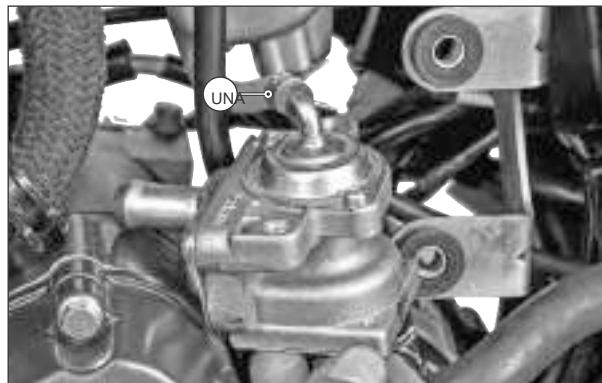

Fig. 4.38
- Dislocar el clip (A) de la válvula de corte de aire manguera y desconectar la manguera de la válvula de inyección de aire secundario. (Fig. 4.38)